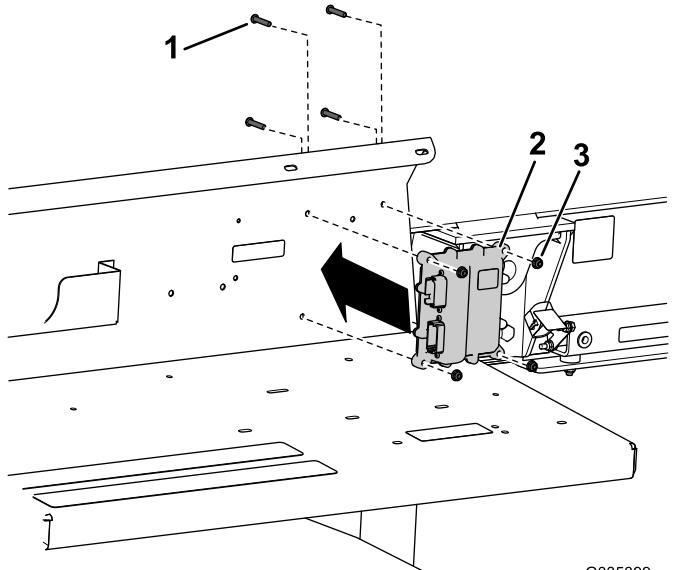

**Figura 5**
- Instale el controlador RF2CAN sobre la defensa del guardabarros con 4 tornillos de caperuza ( $\frac{1}{4}$ " x  $1\frac{1}{4}$ ") y 4 tuercas ( $\frac{1}{4}"), tal y como se muestra en la Figura 5.$
**Nota:** Asegúrese de que instala los tornillos en la dirección adecuada; consulte Figura 5.